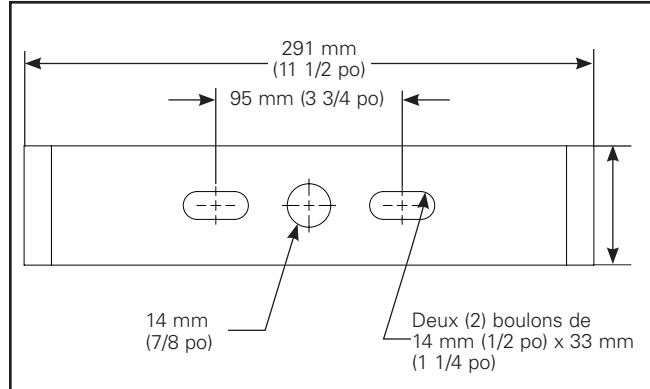

Figure 1.
1. Installez le luminaire sur la surface en utilisant le modèle de trou indiqué sur le support du tourillon (figure 1).